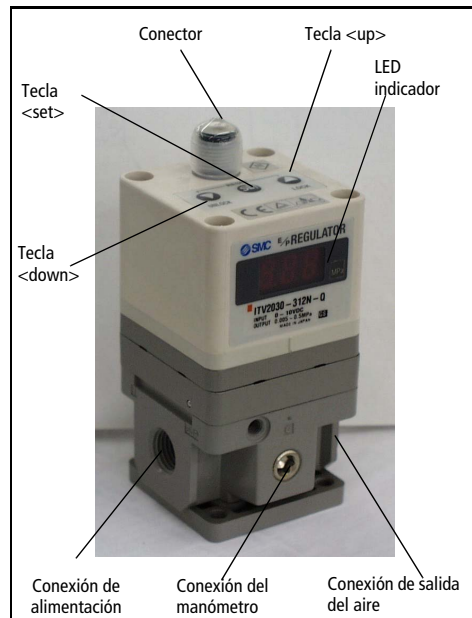

Fig. 1
Presione las teclas 'Up' y 'Down' (Fig 1) conjuntamente durante más de 3 segundos. El indicador muestra 'RES'. Para que las presiones mínima y máxima y las salidas digitales P1 y P2 vuelvan a su condición inicial, libere las teclas.
Tras conectar la alimentación, las teclas se bloquean y no son utilizables. 'Loc' Si se presiona cualquier tecla, en el display (Fig.1) parpadea la indicación 'Loc'.
- 1) Presione la tecla 'Down' (Fig 1) durante más de 2 segundos.
- 3) Presione la tecla 'set' (Fig 1) para bloquear.
Nota: Para anular, presione la tecla 'Up' (Fig 1).
- 1) Presione la tecla 'Up' (Fig 1) durante más de 2 segundos.
Nota: Para anular, presione la tecla 'Down' (Fig 1).
Si el equipo ITV2000 detecta alguna anomalía el indicador LED (Fig 1) muestra 'Er' seguido de un código. Desconecte la alimentación, averigüe el problema y resuélvalo. Tras corregir el fallo, reinstaure la alimentación eléctrica.